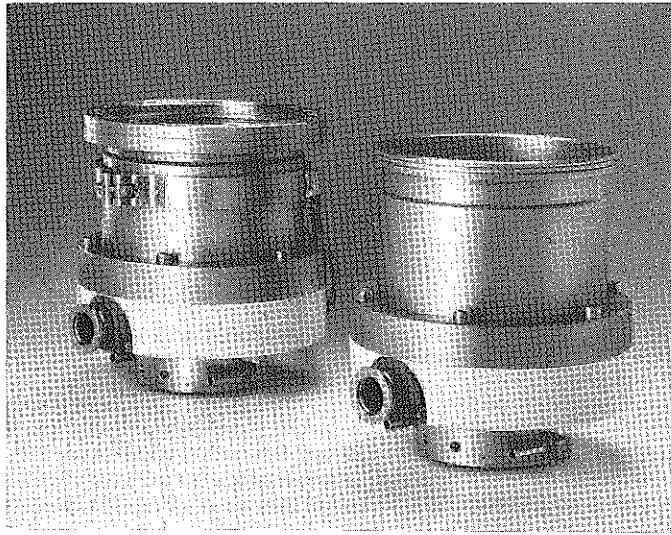

Fig. 1
- Turbopumpe-Verbindungskabel-Antriebselektronik sind, in Verbindung mit einer entsprechenden Vorpumpen, eine betriebsfertige Einheit. Der Lieferumfang entspricht der Abbildung in Fig. 1.
- The turbo pump/connecting cable/electronic drive unit form –together with the appropriate backing pump – an operational unit. The scope of delivery is illustrated in Fig. 1.
L'éventail de livraison est représenté fig. 1.